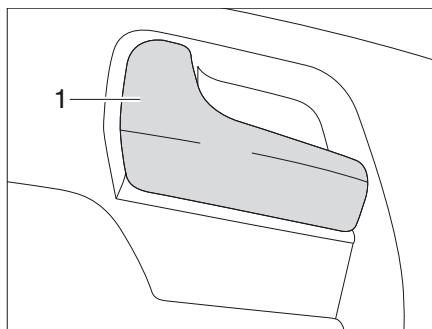

Bild 49 Dörrlås förardörr, insida
- Drag i handtaget (Bild 49,1). Dörrlåset låses upp.